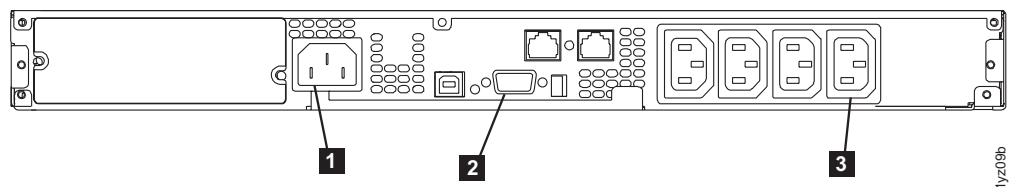

図 70. 2145-1U 無停電電源装置 (背面図)
7. 2145-1U 無停電電源装置の背面で、2145-1U 無停電電源装置の主電源コネクターを電源ソケット (図 70 の **1**) に差し込みます。2145-1U 無停電電源装置は待機モードであり、インディケータはすべてオフです。